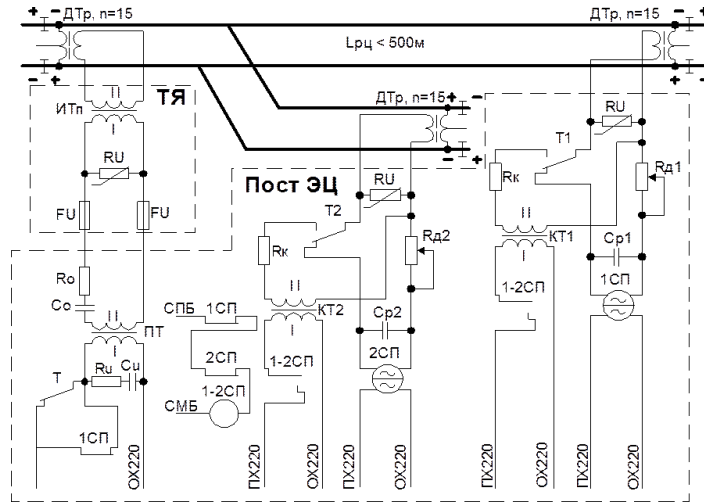

Рисунок 3 – Схема релейной цепи
1. Дана схема релейной цепи (Рис. 3). Определить её тип в зависимости от вида релейной линии;